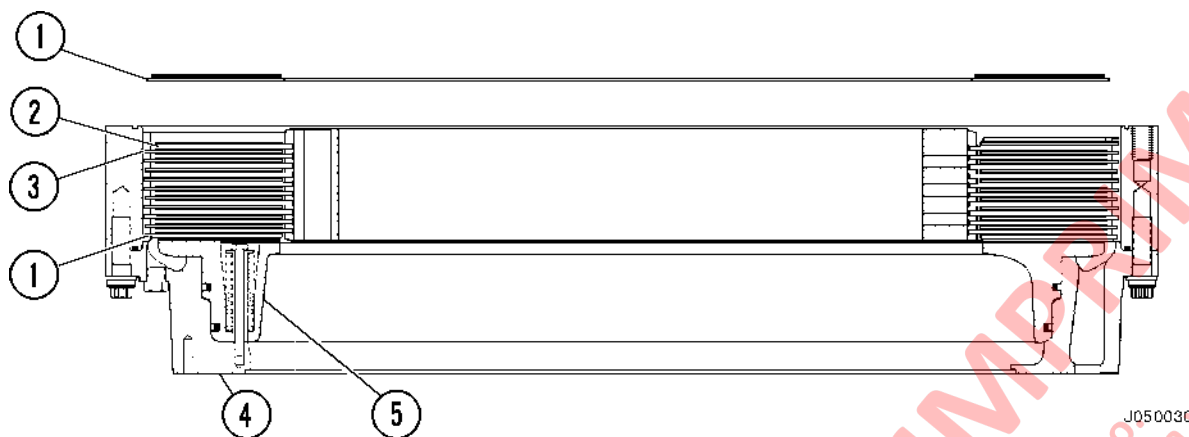

FIGURA 5-10 MONTAJE DEL PAQUETE DE DISCOS
- Inserte el disco amortiguador (1, Figura 5-10) en el engranaje de corona y engranaje interno con el material de fricción (abajo) enfrentando el pistón (5).
- Inserte el disco de fricción (2) en la parte superior del amortiguador.
- Monte una placa separadora (3).